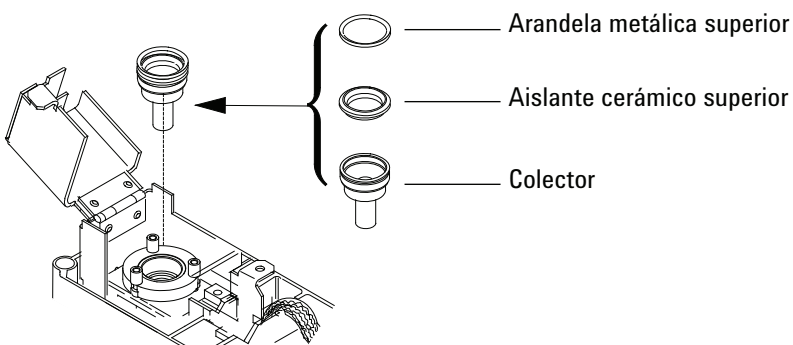

Figura 6 Colector del NPD, aislante superior y anilla metálica en C
- 20 Coloque la anilla en C de metal inferior, el aislante de cerámica inferior y la anilla en C de metal superior. Consulte la sección Figura 6.